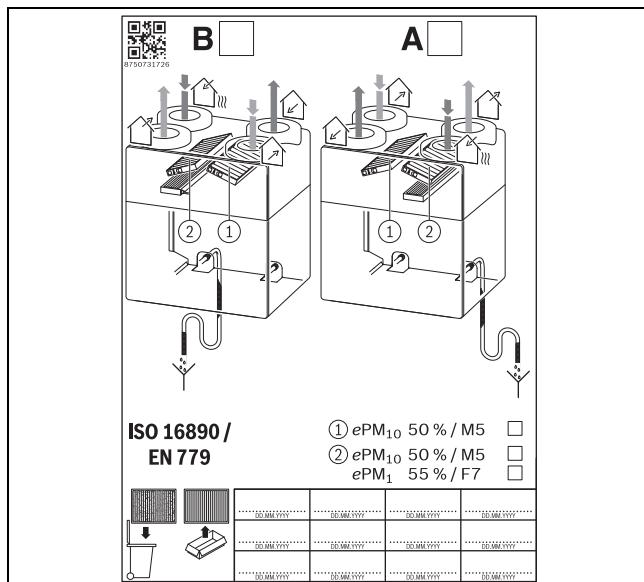

Bild 11 Aufkleber Filterwechsel
- ▶ Das Datum des Filterwechsels und die Filterart auf dem Aufkleber (→ Bild 11) am Lüftungsgerät im dafür vorgesehenen Feld notieren. Der Aufkleber befindet sich zwischen den Filtern auf dem Blech.